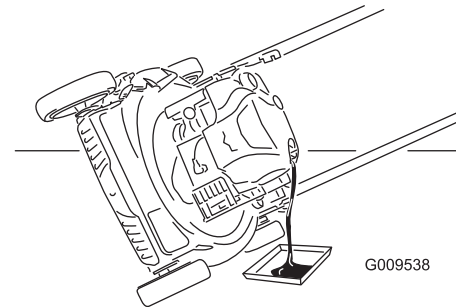

Bild 26
7. Kippen Sie die Maschine zur Seite, der Einfüllstutzen zeigt nach unten, um das Altöl über den Einfüllstutzen in eine Auffangwanne abzulassen (Bild 26).